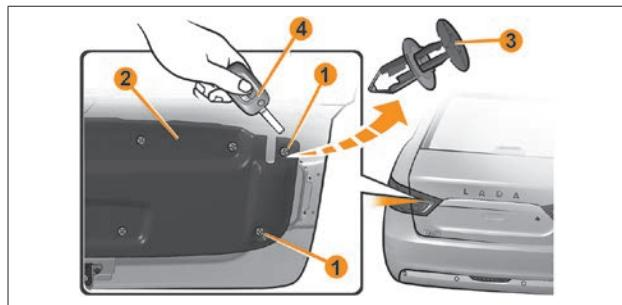

Рис. 14. Замена ламп света заднего хода и габаритного огня на наружном фонаре
- расфиксировать два крайних держателя **1** (рис. 14) обивки багажника **2**. Держатель обивки представляет собой конструкцию из неподвижного основания и подвижного фиксирующего «грибка» **3** (рис. 14). В поднятом состоянии «грибка» держатель расфиксирован;
- для расфиксации держателя обивки **3** (рис. 14) необходимо, например, лезвием ключа выключателя зажигания **4**
(рис. 14) немного приподнять подвижную часть обеих держателей;